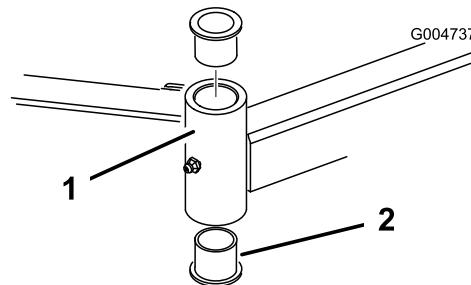

Figura 25
4. Introduza um punção para cavilhas na zona superior ou inferior do tubo de montagem e retire o casquinho para fora do tubo (Figura 25). Retire igualmente o outro casquinho do tubo. Limpe o interior dos tubos para remover a sujidade.